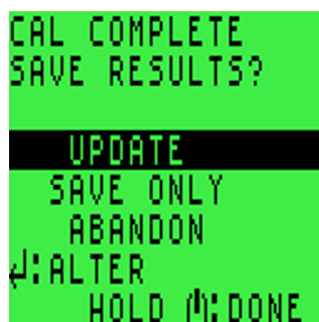

Figura 9-6: Pantalla CAL COMPLETE/SAVE RESULTS (Calibración completa/Guardar resultados)
7. Una vez completada la calibración correctamente, el usuario puede guardar los resultados si lo desea (consulte Figura 9-6: Pantalla CAL COMPLETE/SAVE RESULTS \(Calibración completa/Guardar resultados\)).